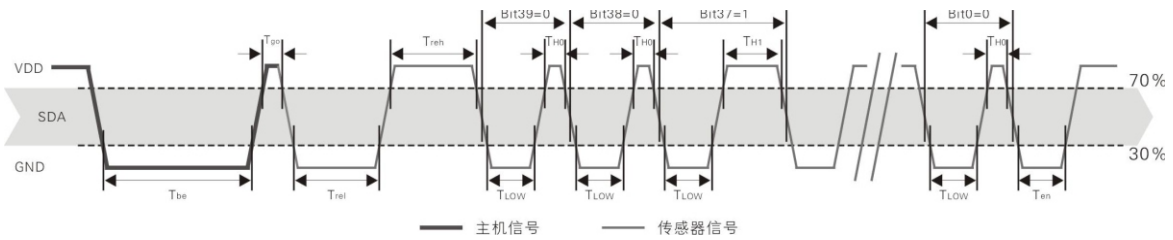

图 21: AM2320 单总线通信时序
详细时序信号特性见表10，单总线通信时序图如图21所示。
**注：**为保证传感器的准确通讯，用户在读取信号时，请严格按照表 10 和图 21 中的参数和时序进行设计